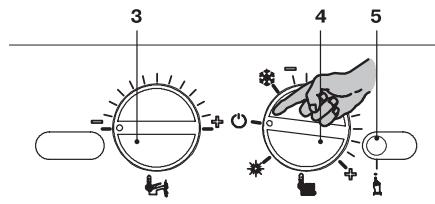

Рисунок 9.5
- Чтобы получить доступ к функции «трубочист», войдите в режим программирования, нажав и удерживая в течение 15 с кнопку сброса 5 (Рисунок 9.5) до появления параметра P01.
- Нажмите кнопку сброса 5 (Рисунок 9.5) и пролистайте параметры, пока не дойдете до параметра, предназначенного для настройки функции «трубочист». На ЖК-дисплее последовательно отобразятся следующие символы (параметр P09 будет загораться поочередно с 00).